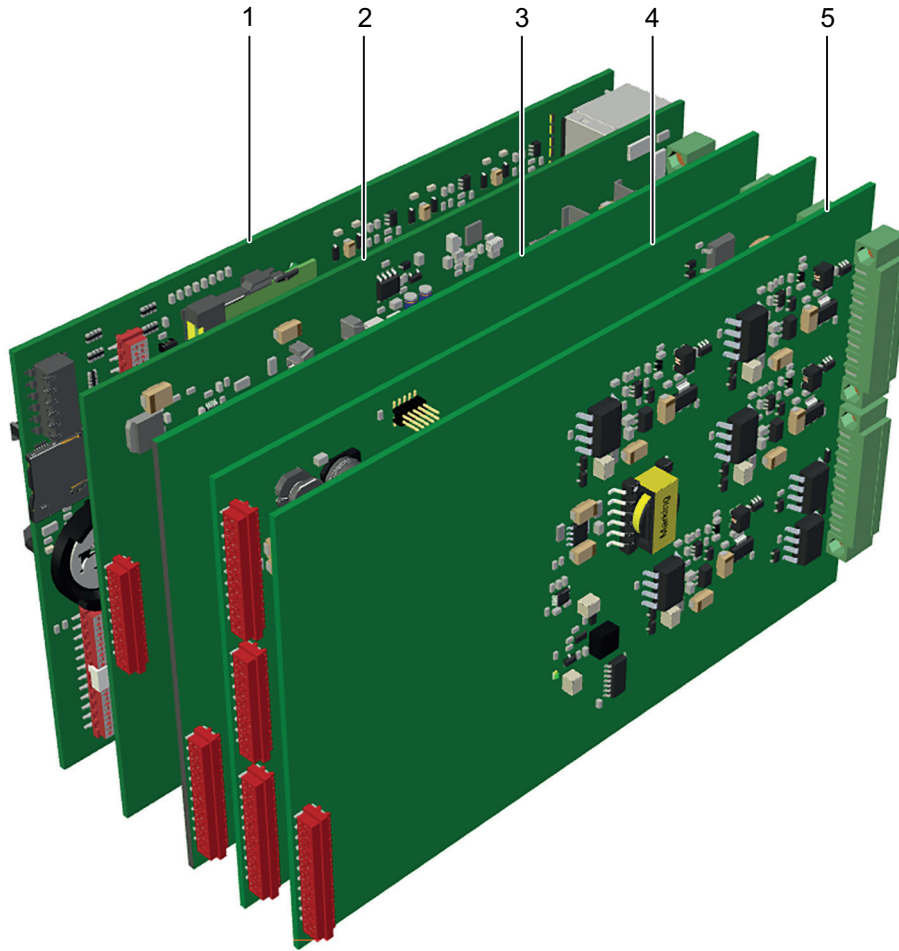

图 10: 一个 Stream 的组件 (正面视图)
- **CoM-Basis**，用于通信和计算（图 10，位置 1）
- **IOC-EX-IO**，带安全栅的输入接口（图 10，位置 2）
- **IOC-Digital-IO**，数字量输入输出接口（图 10，位置 3）
- **IOC-CPU**，模拟量输入和数字量输出接口（图 10，位置 4）
- **IOC-Analog-Out**，模拟量输出接口（图 10，位置 5）